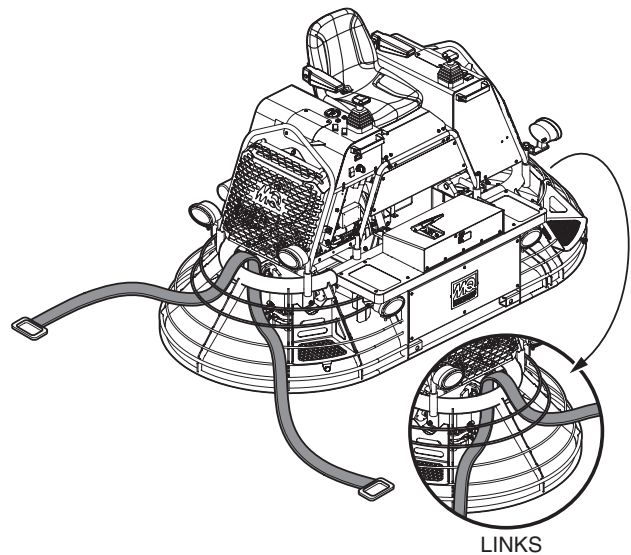

Figure 2. Verlegen der Spanngurte
3. Befestigen Sie geeignete Spanngurte am Flügelglätter. Führen Sie die Spanngurte über beide Seiten wie in Figure 2.